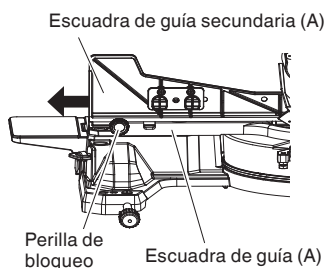

Fig. 11
Al cortar en ángulo derecho, afloje la perilla de bloqueo y deslice el tope secundario (A) hacia fuera, como se muestra en la Fig. 11.